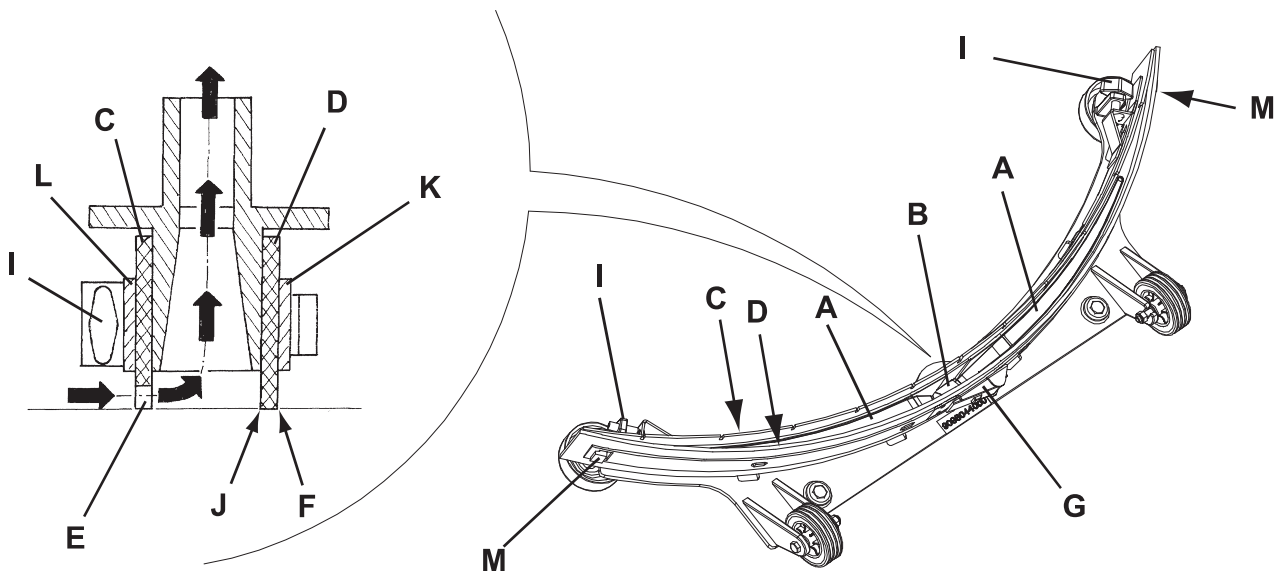

Abbildung 5
1. Die Sauglippe (Abb. 5) reinigen, und dabei wie angegeben im vorhergehenden Abschnitt vorgehen.
2. Überprüfen, ob die Fugenkante (E, Abb. 5) des vorderen (C) und die Fugenkante (F) des hinteren Gummis (D) gleichzeitig in ihrer gesamten Länge auf dem Fußboden aufsitzen. Andernfalls Höhe wie folgt einstellen:
- Zugstange (G) entfernen, Haltevorrichtungen (M) lösen und hinteren Gummi (D) einstellen. Haltevorrichtungen einrasten und Zugstange einbauen.
- Sterngriffe (I) lösen und vorderen Gummi (C) einstellen. Sterngriffe wieder festdrehen.
3. Überprüfen, ob der vordere (C) und der hintere Gummi (D) unversehrt sind und keine Schnitten oder Risse aufweisen, gegebenenfalls wie folgt austauschen. Überprüfen, ob die Vorderkante (J) des hinteren Gummis verschlissen ist. Gegebenenfalls Gummi umdrehen und eine der drei unversehrten Kanten als Vorderkante verwenden. Wenn auch die anderen drei Kanten abgenutzt sind, das Gummi wie folgt ersetzen:
- Den Zugstab (G) entfernen, die Befestiger (M) lösen und den Sperrstreifen (K) entfernen, schließlich das Hintergummi (D) ersetzen/umkehren. Das Gummi in der umgekehrten Reihenfolge des Ausbaus einbauen.
- Sterngriffe (I) aufdrehen, Haltestreifen (L) abnehmen und vorderen Gummi (C) austauschen. Das Gummi in der umgekehrten Reihenfolge des Ausbaus einbauen.